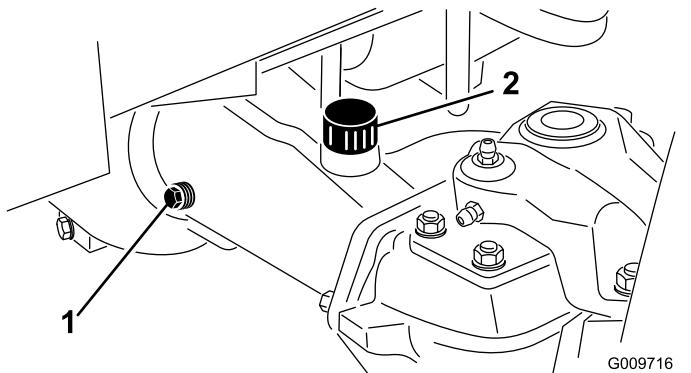

図 41
2. アクスルの一方の端部から点検用プラグ **図 41**を抜き、穴の高さまで潤滑油があることを確認する。量が不足の場合は、給油プラグ **図 41**をはずして補給する。